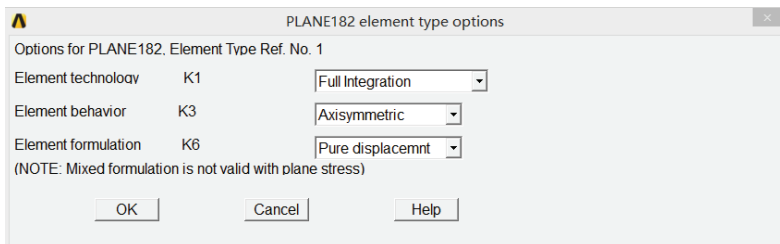

图 5-219 PLANE182 单元属性设置对话框
5) 在 Element Types 对话框中选择 Type 1 PLANE182，单击 Options 按钮，出现 PLANE182 element type options 对话框，在 Element behavior K3 下拉选框中选择 Axisymmetric，如图 5-219 所示，单击 OK 按钮关闭该对话框。